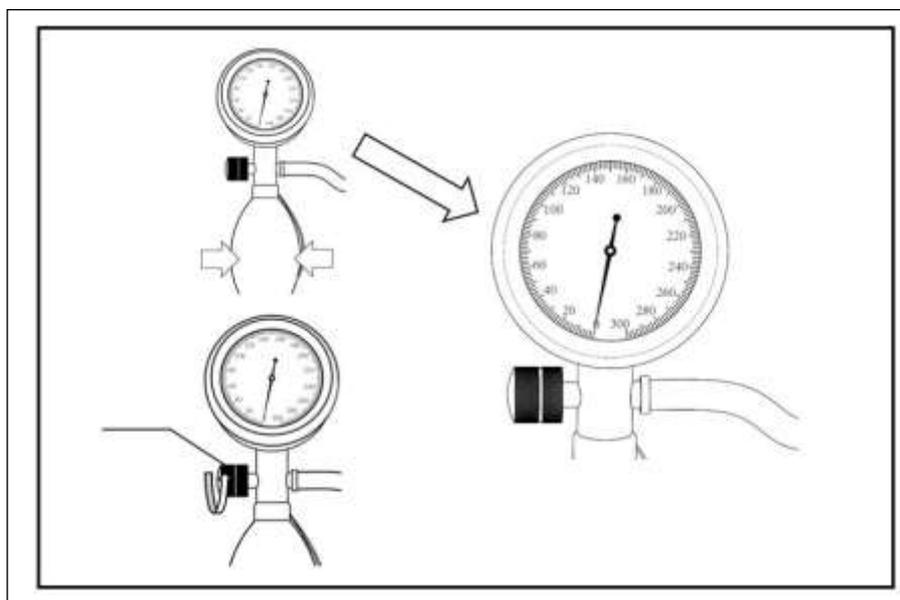

Fig. 7.7
- A pressão não deve exceder 200 mmHg. Se a pressão aumentar muito, o Endoscópio pode ser danificado. Pressione a válvula de liberação da pressão para liberar o ar (conforme mostrado na Fig. 7.7).